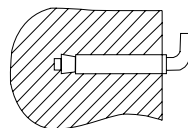

Рис. 5. Крепежный анкер для монтажа.
- Присоедините дренажный шланг (позиция 3 на рис. 5) к запорному крану на тройнике на входе холодной воды в водонагреватель и направьте его в канализацию, либо в место слива воды. Откройте запорный кран и дождитесь полного слива воды.
После выбора места монтажа определите места под два крепежных болта с крючками (в зависимости от спецификации выбранного изделия). Прodelайте в стене два отверстия необходимой глубины, соответствующие размеру крепежных болтов, вставьте винты, поверните крюк вверх, плотно затяните гайки, а затем установите на него электрический водонагреватель (см. рис. 5).